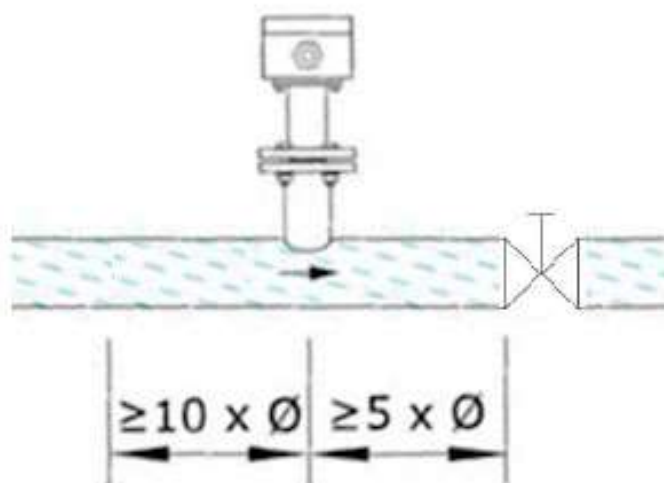

Рисунок 8. Пример установки ПП
- а) трубопровод должен быть прямой не менее чем на 10 Ду перед ПП и 5 Ду (рисунок 8) после него. Регулирующий клапан должен находиться на расстоянии не менее 5 Ду от ПП ниже по течению;